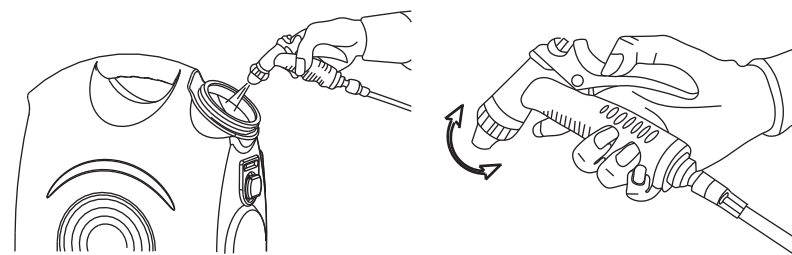

Рис.5
- Чтобы продуть воздух в системе мойки, направьте пистолет-распылитель в емкость для воды и нажимайте на рычаг до тех пор, пока устойчивая струя воды не будет выходить из шланга. - (рис.5)
- Для дальнейшей работы с мойкой, нажимайте пусковой механизм на пистолете-распылителе и регулируйте подачу воды и струю, насколько вам необходимо. - (рис.5). Когда вы не нажимаете на пусковой механизм, динамическое давление автоматически отключает электромотор устройства. При нажатии пускового механизма, падение давления автоматически запускает электромотор устройства, и давление восстанавливается с незначительной задержкой.